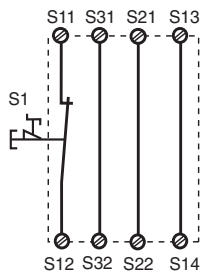
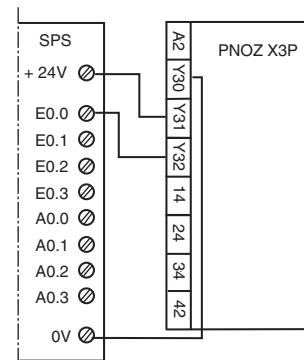

Fig. 2: Eingangskreis einkanalig, automat. Start/Single-channel input circuit, automatic reset/Commande par 1 canal, validation automatique
Fig. 10: Anschlussbeispiel für Halbleiterausgang/Connection of semiconductor output/ Câblage de la sortie statique
In Fig. 2 ... Fig. 10 sind Anschlussbeispiele für NOT-AUS-Beschaltung mit automatischem und überwachtem Start, Schutztüransteuerungen sowie Kontaktvervielfachung durch externe Schütze.
- Fig. 2 und 7: **keine** Verbindung S33-S34
Beachten Sie bei Fig. 2 und 7: Das Gerät startet bei Spannungsausfall und -wiederkehr automatisch. Verhindern Sie einen unerwarteten Wiederanlauf durch externe Schaltungsmaßnahmen.
In Fig. 2 ... Fig. 10 are connection examples for Emergency Stop wiring with automatic and monitored reset. Safety gate controls as well as contact expansion via external contactors.
- Fig. 2 and 7: S33-S34 **not** connected
Please note for Fig. 2 and 7: the device starts automatically after loss of power. You should prevent an unintended start-up by using external circuitry measures.
Les figures 2 à 10 représentent les différents câblages possibles du PNOZ X3P à savoir : poussoir AU avec réarmement automatique ou auto-côntrolé, interrupteurs de position et augmentation du nombre des contacts de sécurité par contacteurs externes.
- Fig. 2 et 7: **pas** de câblage sur S33-S34
Dans le cas de la figure 2 et 7, l'appareil se réarme automatiquement après une coupure et une remise sous tension. Evitez tout risque de redémarrage par un câblage externe approprié.